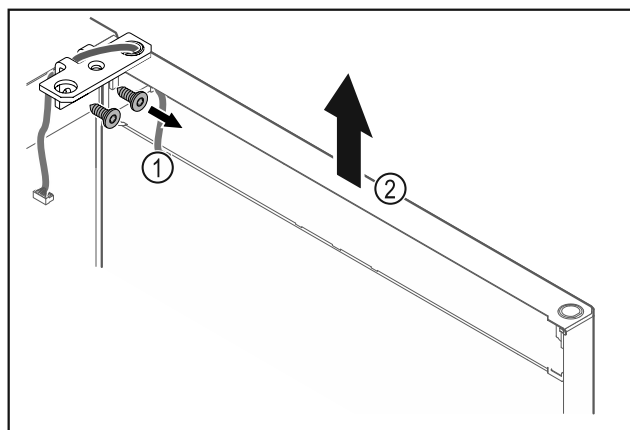

Fig. 26
- Odvrnite kutne šarke Fig. 26 (1).
- Dignite vrata s kutnim šarkama Fig. 26 (2) cca 200 mm ravno prema gore i skinite ih.